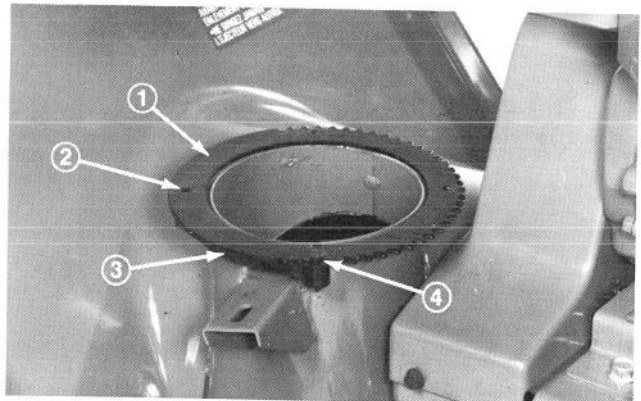

Abb. 8
1. Den Aufnahmekranz so drehen, dass die Zähne auf der linken Seite des Geräts stehen (Abb. 8). Dann drei Blechschaubren oben am Aufnahmekranz entfernen, aber die Schraube bei der Markierung TOP am Aufnahmekranz nicht herausdrehen.
2. Die beiden gebogenen Halter aus Kunststoff sind geschlitzt und dienen zum Befestigen des Auswurfkamins. Daher die Halter nicht entfernen (Abb. 8).
3. Das gegenüberliegende Ende des Halters so unter den Aufnahmekranz schieben, dass die Befestigungslöcher fluchten und der Schlitz im Halter über dem Rand oben an der Auswurföffnung sitzt (Abb. 8).